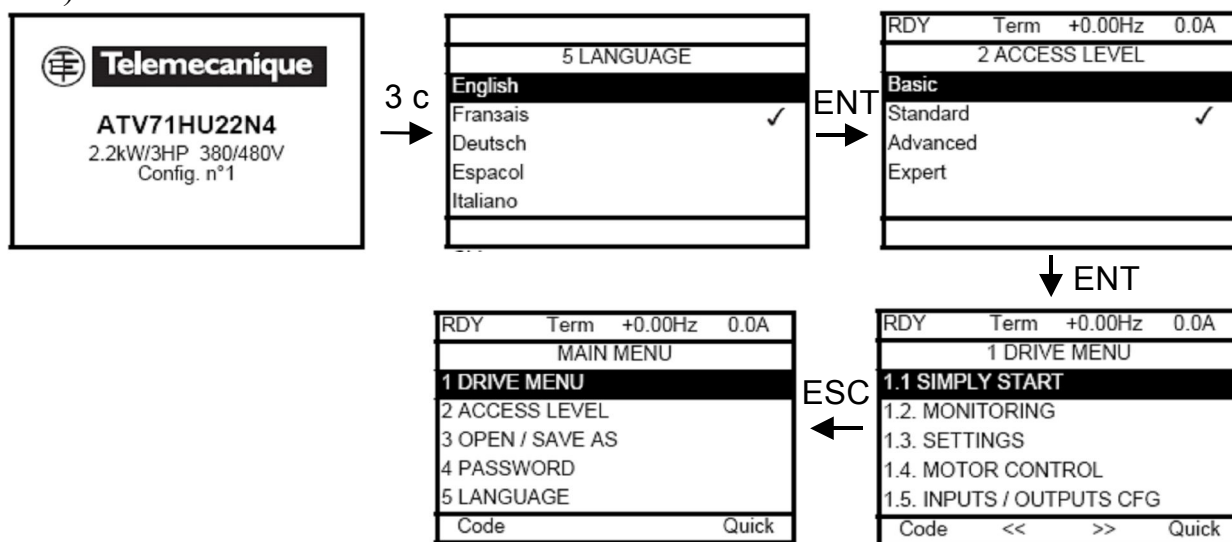

Рис. 1.4 Меню ГТ при первом включении ПЧ
После первого включения ПЧ на графическом дисплее отображается окно с типоразмером ПЧ и номером конфигурации (рис. 1.4).
- *RETURN TO MAIN MENU* – возврат в главное меню, см. рис. 1.4;